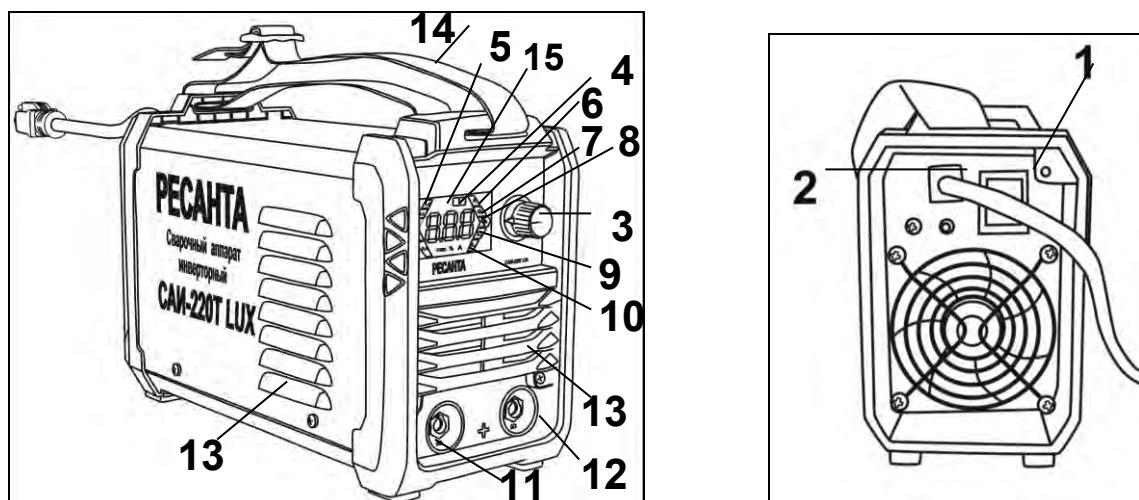
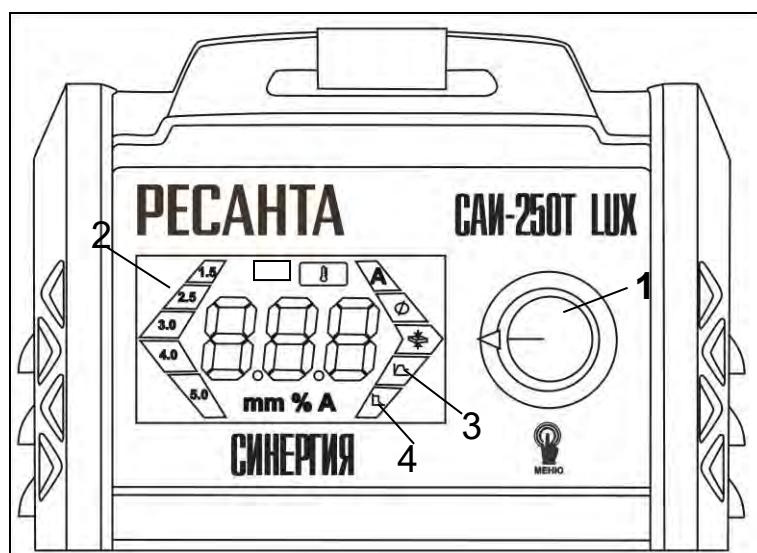

Рис. 1. Общий вид
Рис.2 Управления режимами/функциями ручной регулировкой
2. Регулировка сварочного тока осуществляется вращением регулятора 1(рис.1). При этом на дисплее будет отображаться рекомендуемый диаметр электрода 2(рис.2).
3.Регулировка параметров функции «Горячий старт» 3 (рис.2) осуществляется регулятором 1(рис.2). Регулировка осуществляется в диапазоне от 1 до 10, где каждая цифра означает увеличение тока в % («1» означает увеличение выставленного на дисплее тока на 10%, «2» - на 20%, ... «10» - означает увеличение выставленного тока на дисплее в 2 раза. При максимальном токе данный параметр увеличиваться не будет.
4.Регулировка параметров функции «Форсаж дуги» 4(рис.2) осуществляется регулятором 1(рис.2), регулируя величину форсажа дуги в диапазоне от 1 до 10, где каждая цифра означает увеличение тока в % («1» означает увеличение выставленного на дисплее тока на 10%, «2» - на 20%, ... «10» - означает увеличение выставленного тока на дисплее в 2 раза. При максимальном токе данный параметр увеличиваться не будет.
- После зажигания дуги старайтесь сохранять расстояние между рабочей поверхностью (Вашей деталью) и электродом приблизительно равное диаметру самого электрода примерно 3 – 5 мм. Необходимо соблюдать это расстояние постоянно во время сварки. Угол наклона электрода от вертикальной оси должен быть от 20° до 30° (Рис 6 (рис.2)).